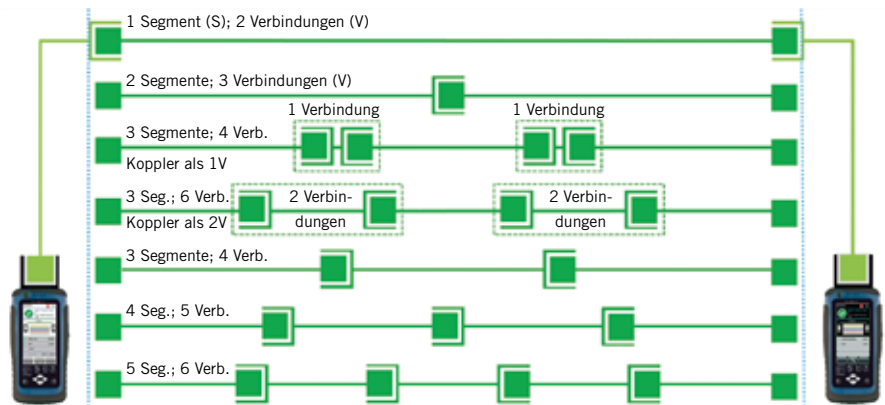

Bild 3: EzE-Streckenkonfigurationen
- Bis zu fünf Segmente können aneinandergesteckt werden (mittels Durchführungsverbinders), um eine EzE-Strecke zu ergeben (**Bild 3**).